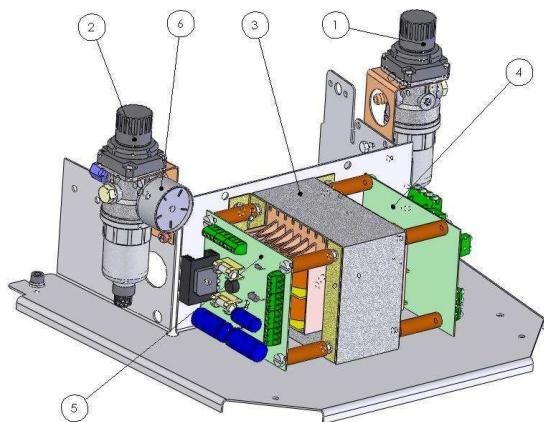

Рис. 2
Под кожухом (9) помещен энергоблок - рис. 2 , который содержит:
Энергоблок с нагревателем воды рис. 2а
рис. 2а
Энергоблок для установки с сепаратором Metasys и отсосом рис. 2б
Рис.2б